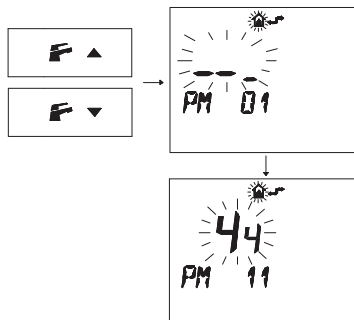

Рисунок 5.39
- Нажмите кнопку  или  , чтобы вывести на дисплей параметр "PM11" пост-циркуляции насоса (Рисунок 5.39).